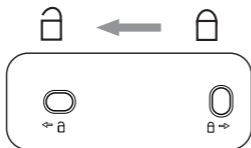

Fig. 1
- ◆ Fjern vægbeslaget **10** på bagsiden af senderen ved at skyde dette i retning mod symbolet med den åbne hængelås  (se fig. 1).